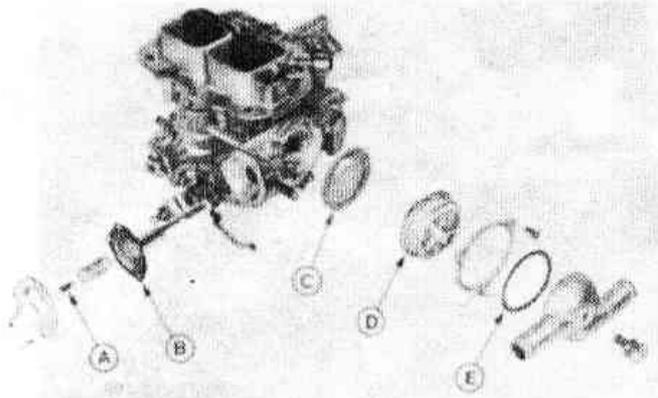

Рис.3.65. Вакуумная диафрагма (B) и регулировочный винт (A). Внутренний теплоизоляционный щиток (C), корпус (D) и прокладка (E) (Разд.27)
11. Установите на место вакуумную диафрагму и ее корпус, убедившись перед установкой корпуса в том, что диафрагма плоская (Рис.3.65).